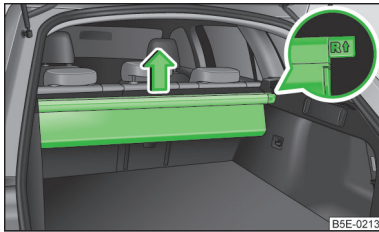

Abb. 96 Multifunktionstasche herausnehmen
- › Die Multifunktionstasche aus den Aufnahmen in Pfeilrichtung herausnehmen » Abb. 96.
- › Das mit **↑** gekennzeichnete Ende der Leiste beim Einsetzen in die rechte Aufnahme und das mit **↓** gekennzeichnete Ende der Leiste in die linke Aufnahme einschieben. Die Pfeile müssen nach vorn zeigen » Abb. 96.